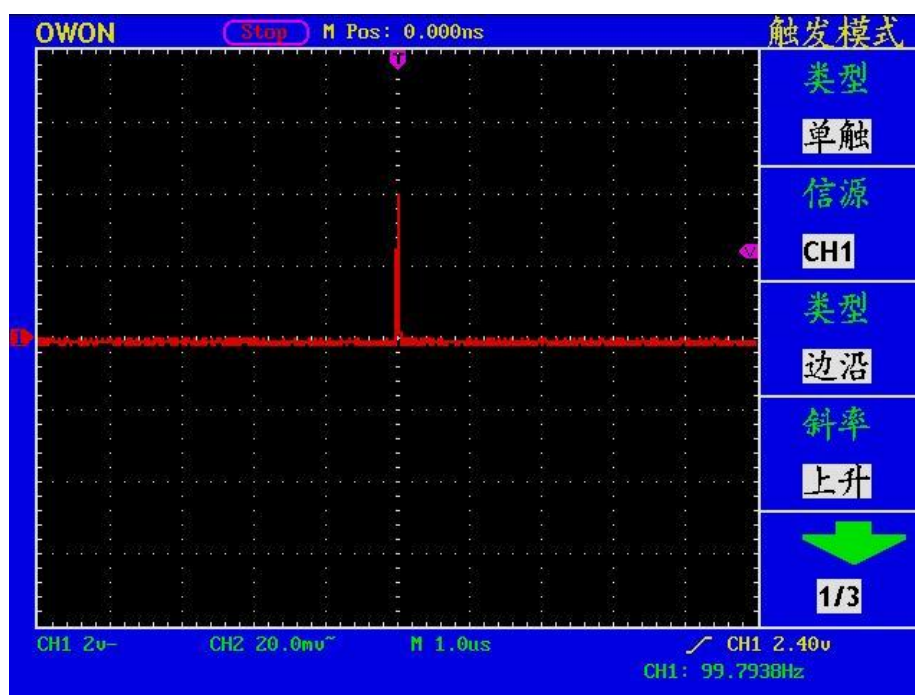

图 66： 捉单次信号
- 12、若屏幕上方**触发状态指示**没有显示 **Ready**，则按下 **RUN/STOP**（运行/停止）按键，启动获取。等待符合触发条件的信号出现。如果有某一信号达到设定的触发电平，即采样一次，显示在屏幕上。利用此功能可以轻易捕捉到偶然发生的事件，例如幅度较大的突发性毛刺：将触发电平设置到刚刚高于正常信号电平，按 **RUN/STOP**（运行/停止） 按键开始等待，则当毛刺生时，机器自动触发并把触发前后一段时间的波形记录下来。通过旋转面板上水平控制区域的 **水平位置** 旋钮，改变触发位置的**水平位置**可以得到不同长度的**负延迟触发**，便于观察毛刺发生之前的波形。见图 66。